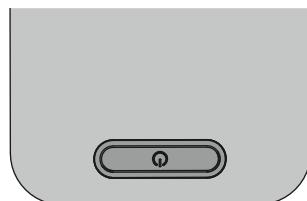

Fig. 5: Botón pulsador.
- Pulse el botón pulsador, ver fig. 5.
- Pulse el botón pulsador y manténgalo pulsado, ver fig. 5.